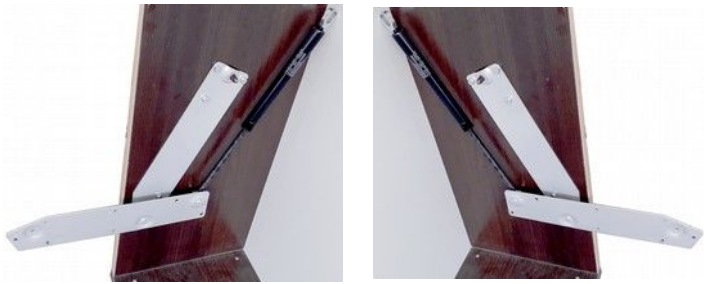

Рис.5.1 Слева Рис.5.2 Справа
5. Привести пластины механизмов в исходное положение, соответствующее рис. 5.1 и 5.2. Повернуть пластины механизма в положение, соответствующее рисункам 5.3. и 5.4. Завести собранную раму кровати между пластинами механизмов в соответствии с рис. 5.5 и 5.6. Поднять край рамы вверх в положение, соответствующее рис.5.7 и 5.8. Повернуть пластины механизмов в положение, соответствующее рисункам 5.9 и 5.10. Соединить пластины механизмов и пластины рамы в соответствии с рисунками 5.9. и 5.10, используя винты М8х20 поз.20, М8х40 поз.22, гайки М8 со стопорным кольцом поз.24, шайбы Ø8х18 стальные поз.30 (рис.5.9, 5.10). На гайки винтов М8х20 надеть колпачки пластмассовые большие поз.26 в соответствии с рис. 5.9. и 5.10